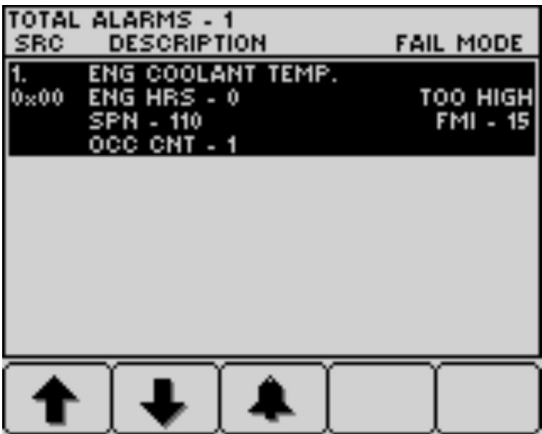

Figure 80
3. Appuyez sur les boutons 1 à 5 pour afficher la liste des anomalies actives (Figure 80).
4. Appuyez sur les boutons 1 à 5 pour afficher la liste des anomalies actives ; voir la Figure 80 sous Messages d'avertissement du moteur (page 49).